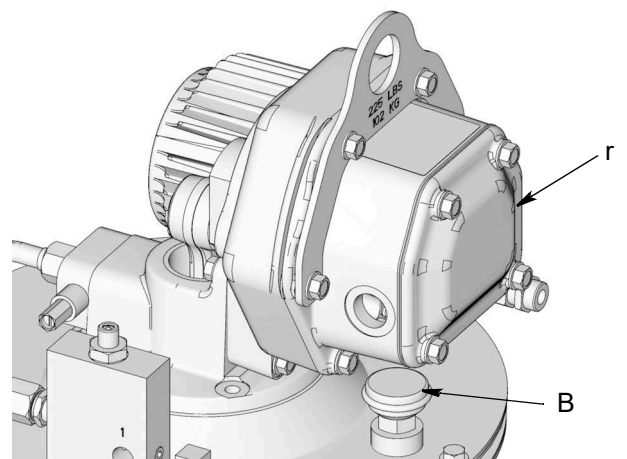

図 12
**注:** ポンプ (A) を適切に取り付けたら、ブリーザー (B) は制御ボックス (r) の下にくるはずですが。図 12。